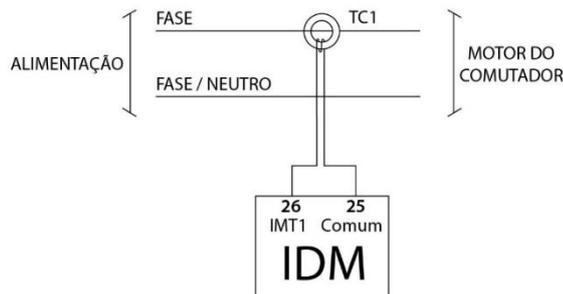
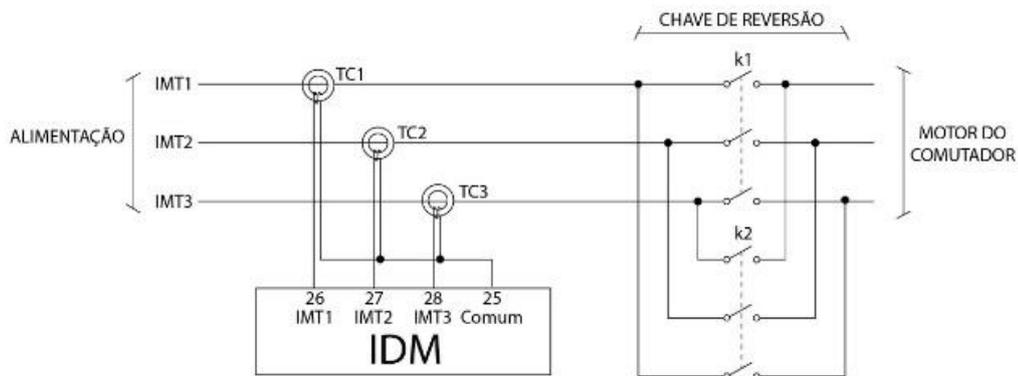
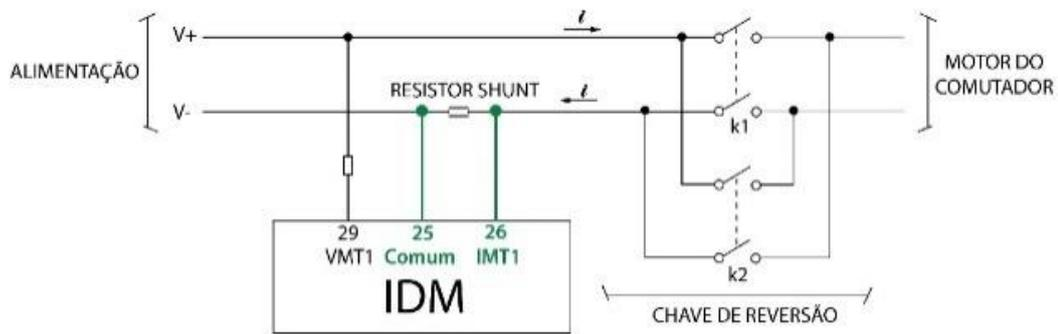
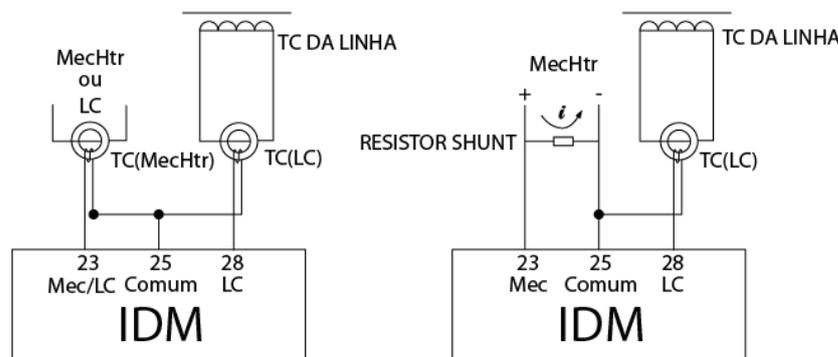

Figura 12 - Medição da corrente de alimentação de um motor CA monofásico ou bifásico
Figura 13 - Medição das correntes de alimentação de um motor trifásico
Figura 14 - Ligação para medição de tensão e corrente do motor CC
Figura 15 - (a) "MecHtr" com uso de TC *clip-on*, (b) "MecHtr" com uso de resistor *shunt*
A principal medição do IDM é a corrente que percorre o motor do comutador, conforme explicado no capítulo 2.3. Quando o motor é de corrente alternada, a medição da corrente IMT1 deve ser feita envolvendo o fio da primeira fase do motor com um TC *clip-on* e conectando-o às entradas 26 e 25 do IDM. A maneira de se fazer esta conexão pode ser vista na **Figura 12**, **Figura 13** e **Figura 14**.
Nota-se que a instalação dos TCs foi feita antes da chave reversora para permitir a medição correta do fator de potência ( $\cos \phi$ ). Quando o motor é de corrente contínua (CC), a medição da corrente deve ser feita utilizando um resistor *shunt* e a **Figura 14** mostra como fazer esta ligação:
Esta é a entrada para a corrente da segunda fase da alimentação, IMT2, do motor. A conexão deve ser feita conforme a **Figura 13**.
A conexão para medir IMT3 deve ser feita de acordo com a **Figura 13**, enquanto que a **Figura 15** mostra a instalação para medir a corrente de linha "LC" e de aquecimento "MecHtr".
Se a entrada 28 for usada para medir a corrente de alimentação da terceira fase do motor (IMT3, **Figura 13**), esta não estará disponível para medição da corrente de linha. Se a entrada 23 for usada para medir a corrente de aquecimento do mecanismo (MecHtr), esta não poderá ser usada para medir a corrente de linha.
Em qualquer dos casos, o diagrama de instalação pode ser encontrado na **Figura 15** encontrada no item anterior. Se a corrente de aquecimento (MecHtr) for CC, a medição deve ser feita utilizando um resistor *shunt*, de acordo com o segundo diagrama da figura. Nesse caso, a escolha do resistor deve respeitar a seguinte relação: